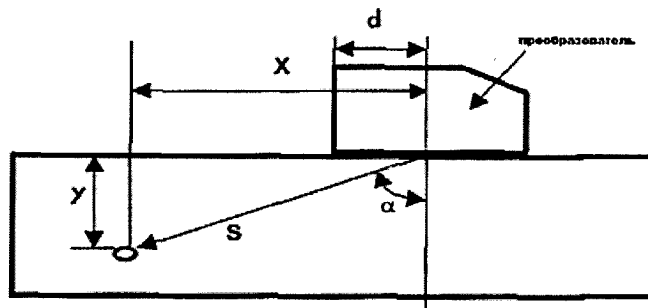

Рис. 3 Определение координат дефекта при работе с наклонным ПЭП
8.8.4 Установить преобразователь на поверхность контрольного образца № 2, обработанную контактной смазкой (рис. 3).
ввода на ПЭП и его угол ввода α (п. 8.8.2), по схеме на рис. 3 вычислить номинальные значения $Y_{\text{ном}}$, $X_{\text{ном}}$ и $S_{\text{ном}}$.